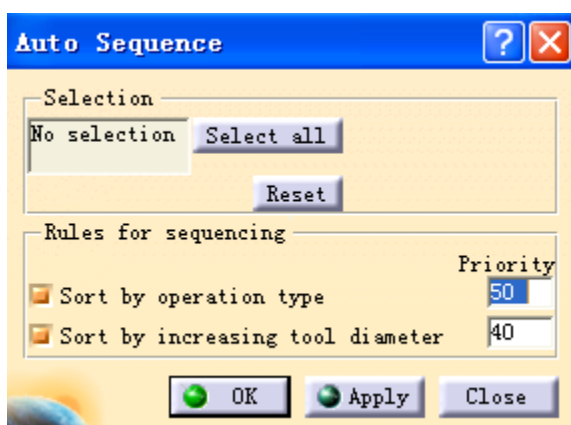
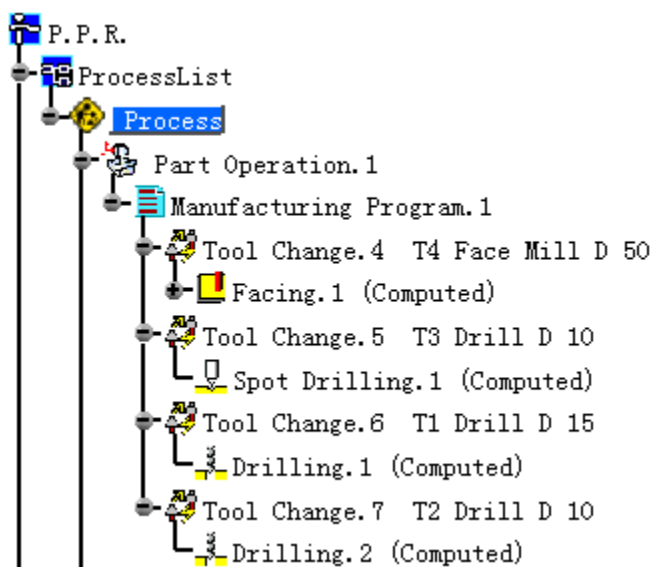

图 1-49 自动排序对话框
图 1-50 重新排序的加工顺序
(3) 点击自动排序 (Auto Sequence) 图标按钮 ，出现自动排序对话框如图 1-49 所示。点击应用 (Apply) 按钮，将根据所定义的规则和优先权对加工操作重新排序。重新排序的加工顺序如图 1-50 所示。